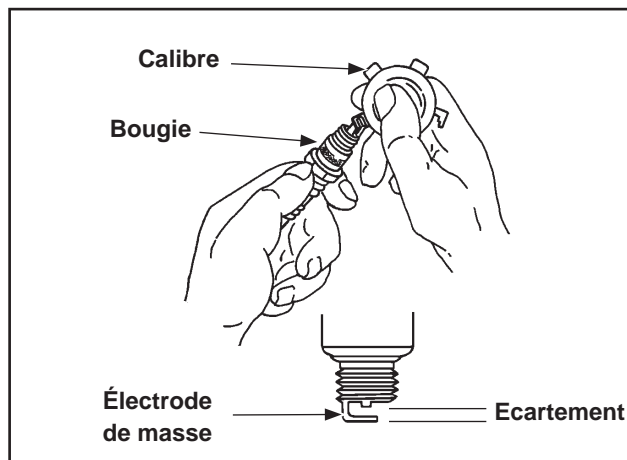

Figure 18. Écartement de la bougie.
3. Contrôlez l'écartement à l'aide d'un calibre. Voir la Figure 18.